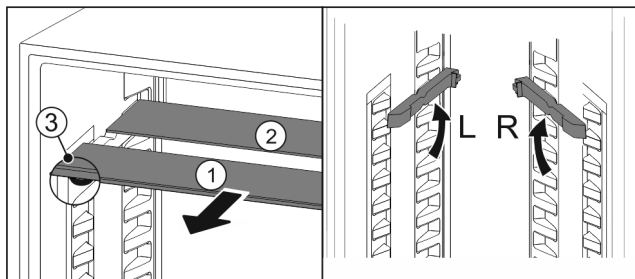

Fig. 174
- ▶ Izvucite Fig. 174 (1) staklene ploče jednu po jednu prema naprijed.
- ▶ Staklena ploča Fig. 174 (1) s ukrasnom letvicom nalazi se sprijeda.
- ▶ Zaustavljači Fig. 174 (3) su usmjereni prema dolje.